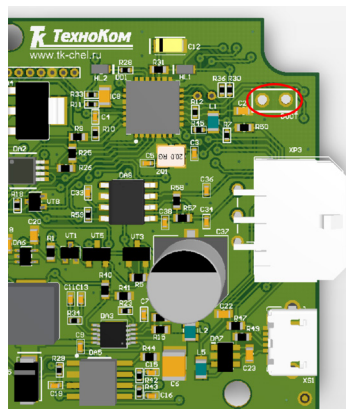

Рис.9. Расположение контактов BOOT.
4. Замкните контакты BOOT (см. рис. 9) и подключите TK-OBD2LOG к ПК с помощью стандартного кабеля USB AM – USB microB 5pin.